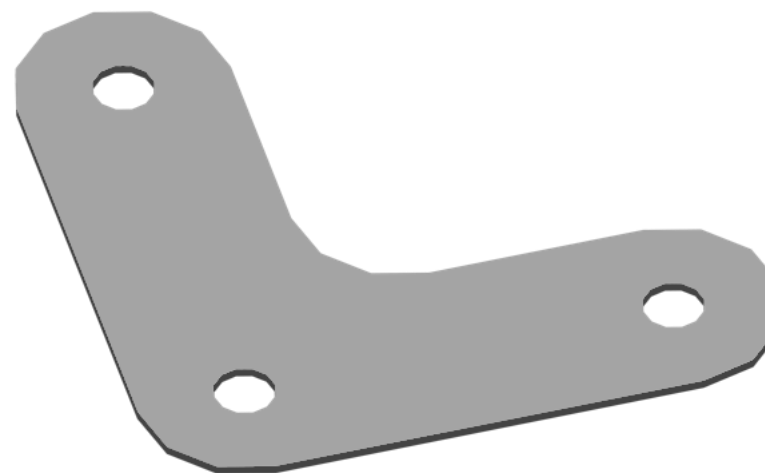

Рис. 4
4. Усилительные уголки – 4 шт. на стойку (рис. 4)